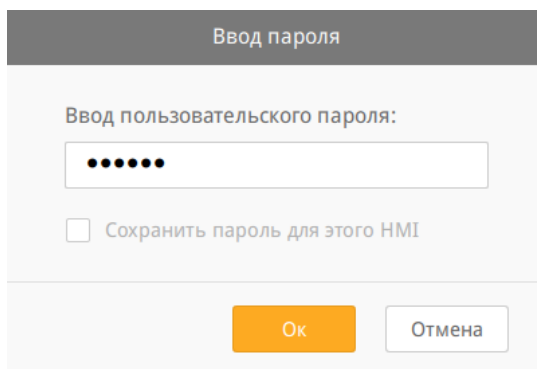

Рисунок 3.3 – Поле ввода пароля ПО сMT Viewer
3. Будет выведен запрос на ввод пароля (рисунок 3.3) (по умолчанию: 111111). После ввода пароля в поле «Ввод пользовательского пароля:» нажать кнопку «ОК».
8. После ввода имени или IP-адреса панели оператора БС будет выведен запрос на ввод пароля (рисунок 3.3) (по умолчанию: 111111). После ввода пароля в поле «Ввод пользовательского пароля:» нажать кнопку «ОК».